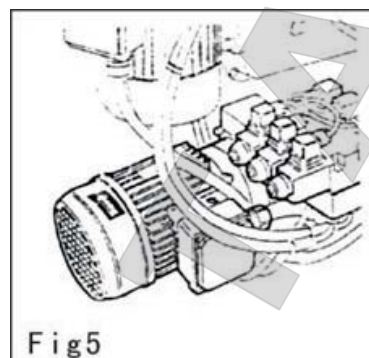

Рис. 8-4
- Подключите станок к источнику питания, включите его и проверьте, соответствует ли направлению вращения мотора стрелке на нем (рис. 8-4).